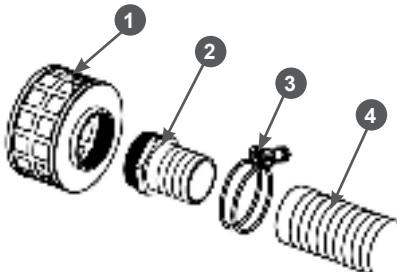

Рис. 14 Установка всасывающего фильтра
1. Закрутите в корпус 1 всасывающий фильтра коннектор 2 всасывающего рукава (Рис. 14).
2. Наденьте до упора всасывающий рукав 4 на патрубок коннектора 2 и затяните его хомутом 3 (Рис. 14).